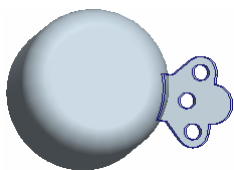
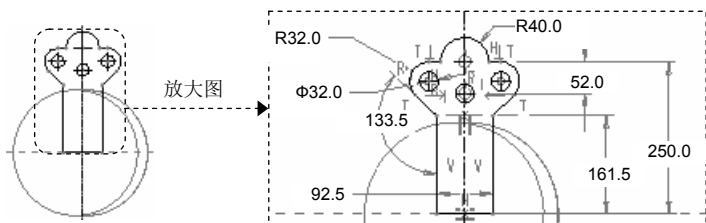

图 5.34.4 添加实体拉伸特征
图 5.34.5 特征截面图形
Step3. 添加图 5.34.4 所示的实体拉伸特征。
(1) 创建基准平面 DTM1：单击“平面”按钮 ；选取 A_1 轴（即 Step2 中的旋转轴）为要穿过的轴；按住 Ctrl 键，在模型树中选取 RIGHT 基准平面为偏移的参考面，输入角度值 30°；单击对话框中的 **确定** 按钮。
(2) 创建基准平面 DTM2：该平面穿过 A_1 轴并且与 DTM1 基准平面垂直（法向）。
(3) 创建基准平面 DTM3：单击“平面”命令按钮 ；在模型树中选取 FRONT 基准平面为偏移基准平面，偏移距离值为 100.0；在对话框中单击 **确定** 按钮。
(4) 创建基准轴 A_2：单击按钮 ，该轴穿过 DTM3 基准平面及 DTM1 基准平面。
(5) 创建基准平面 DTM4：单击“平面”命令按钮 ；选取 A_2 轴为要穿过的轴，选取 DTM3 基准平面为偏移的参考面，输入角度值 10.0；单击 **确定** 按钮。
(6) 创建拉伸特征。单击“拉伸”命令按钮 ；设置基准平面 DTM4 为草绘平面，DTM2 为参考平面，方向为 **顶**；选取 A_2 轴及 DTM2 为草绘参考；特征截面如图 5.34.5 所示；深度类型为 **全**，深度值为 20.0。